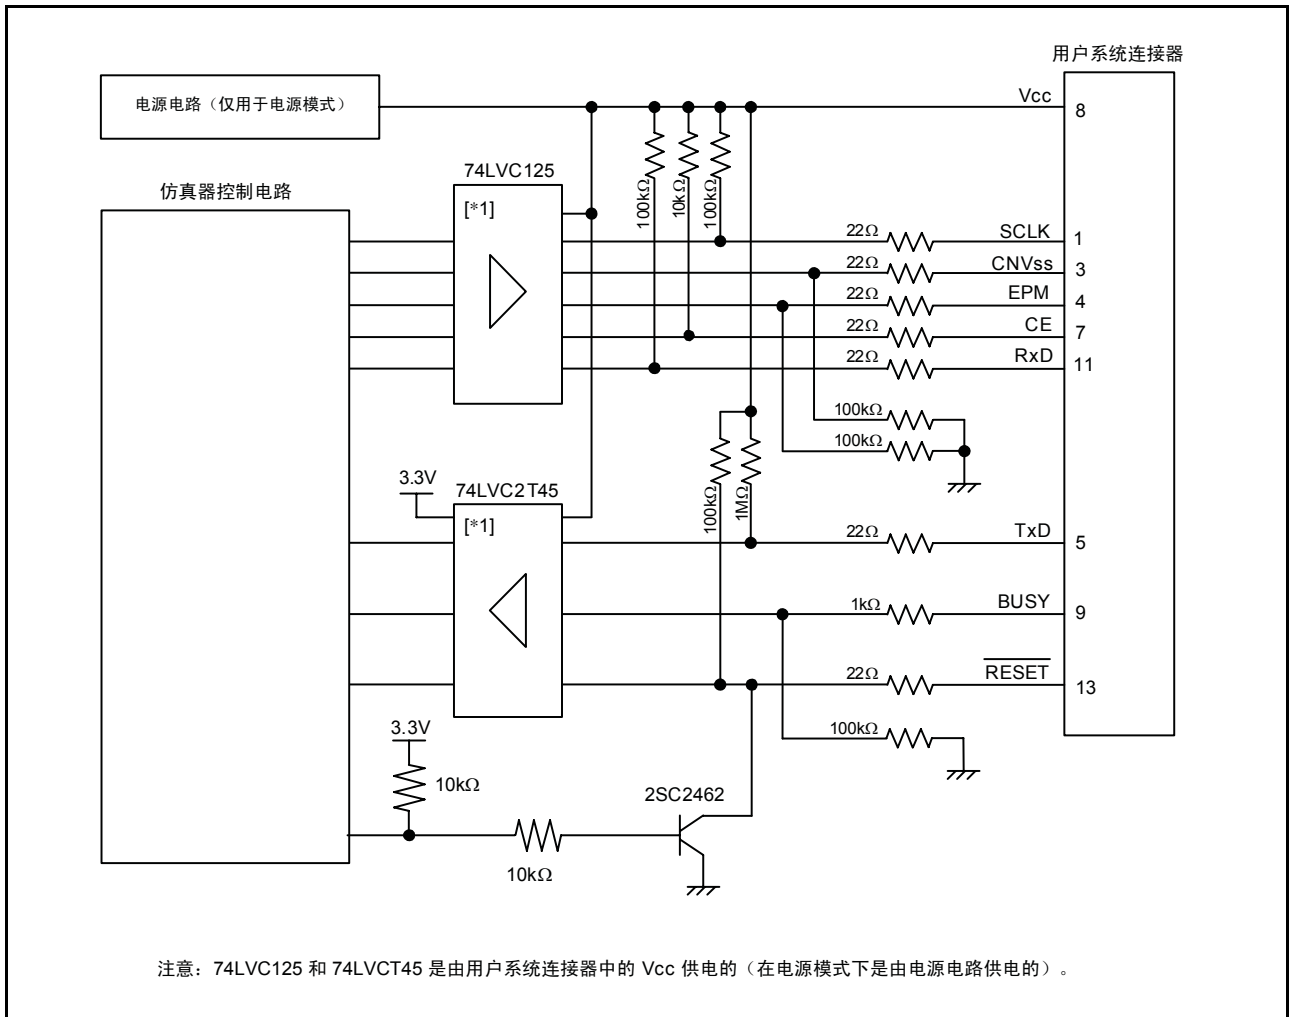

图 5.12 E8a 仿真器内部的接口电路（仅供参考）
1. 引脚 P64、P65、P66 和 P67 供 E8a 仿真器专用。将 E8a 仿真器连接到 MCU 引脚。在上拉 Vcc (Vcc1) 电平的 MCU 引脚后，将引脚 P66 和 P67 连接到 E8a 仿真器。对于 P64 和 P65，在断开 E8a 仿真器的连接后，根据 MCU 引脚状态上拉或下拉 Vcc (Vcc1) 电平的引脚。在 E8a 仿真器处于活动状态时，P64 可能处于高阻抗 (HiZ) 状态。因此，应根据 E8a 仿真器内部电阻（图 5.12）的分压来设置引脚电阻值，使电压不会在中点电位。
对于 P50 和 P55，在断开 E8a 仿真器的连接后，根据 MCU 引脚状态上拉或下拉 Vcc 电平的引脚。在 E8a 仿真器处于活动状态时，P50 和 P55 可能处于高阻抗 (HiZ) 状态。因此，应根据 E8a 仿真器内部电阻（图 5.12）的分压来设置引脚电阻值，使电压不会在中点电位。
在断开 E8a 仿真器的连接后，根据 MCU 引脚状态上拉或下拉 Vcc2 电平的 P55。在 E8a 仿真器处于活动状态时，P55 可能处于高阻抗 (HiZ) 状态。因此，应根据 E8a 仿真器内部电阻（图 5.12）的分压来设置引脚电阻值，使电压不会在中点电位。
9. 图5.12 显示了 E8a 仿真器中的接口电路。请参考此图来确定上拉电阻值。